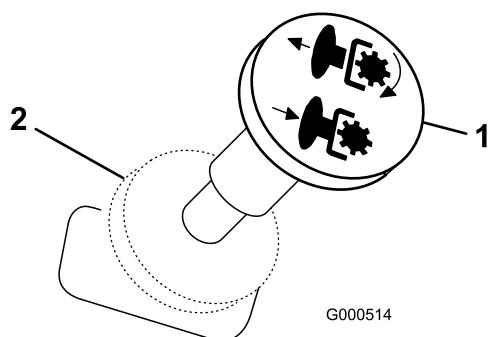

Figura 10
3. Innestate le lame estraendo il relativo comando (Figura 10).
Per disinnestare le lame spostate il relativo comando in posizione Off (Figura 10).